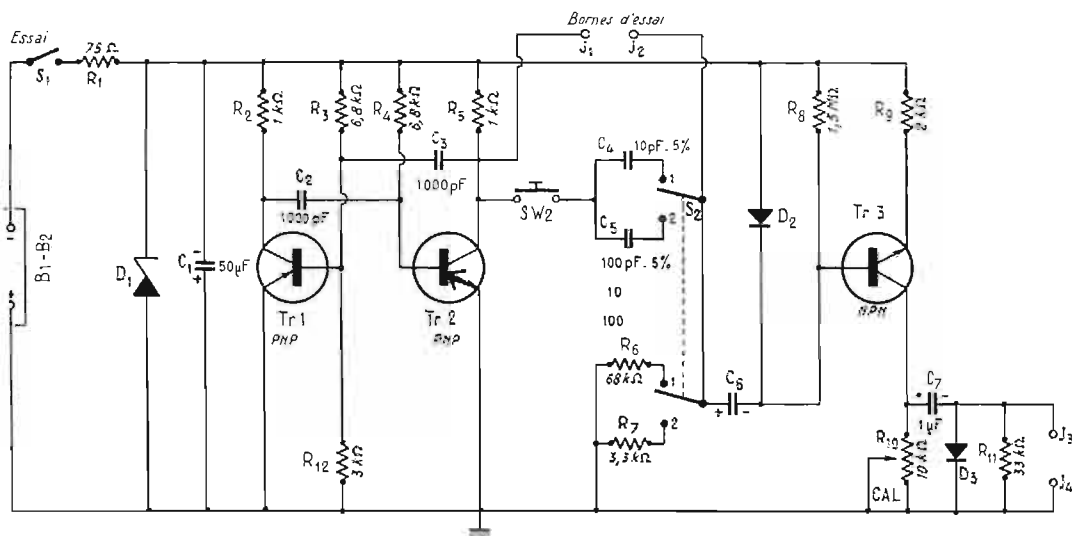

Fig. 6
**Le schéma.** — La figure 6 représente le schéma de l'instrument. La tension d'alimentation est de 18 V qu'on peut obtenir moyennant 2 piles de 9 V en série ou par une autre combinaison. La tension d'alimentation est appliquée par l'intermédiaire de  $R_1$  de 75  $\Omega$  à la diode Zener  $D_1$  qui la stabilise à 15 V, pendant que la tension de la pile est suffisante. Cette diode est du type de 15 V, 0,5 W. Le filtrage de la tension d'alimentation est réalisé par le condensateur électrolytique  $C_1$  de 50  $\mu F$ , 20 V.